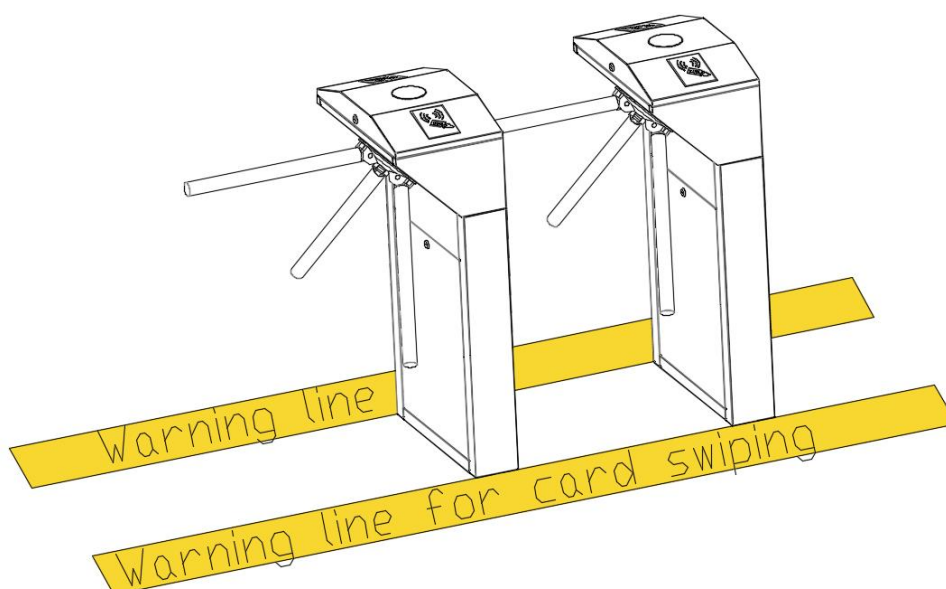

Figura 3-2
3. Si consiglia inoltre di impostare una riga di avviso per lo scorrimento della scheda (vedere la Figura 3-2). La linea di avvertimento richiede agli utenti di strisciare le carte in una particolare area, il che ridurrebbe notevolmente la probabilità di guasti alle apparecchiature causati da operazioni improprie.